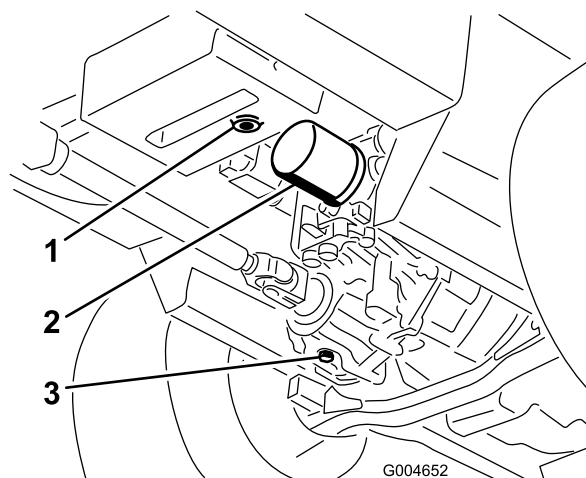

Figura 62
3. Coloque um recipiente grande sob o reservatório hidráulico e cárter da transmissão e retire os buíões, drenando todo o fluido hidráulico (Figura 62).
4. Limpe a zona em redor do filtro de fluido hidráulico e retire o filtro (Figura 62).